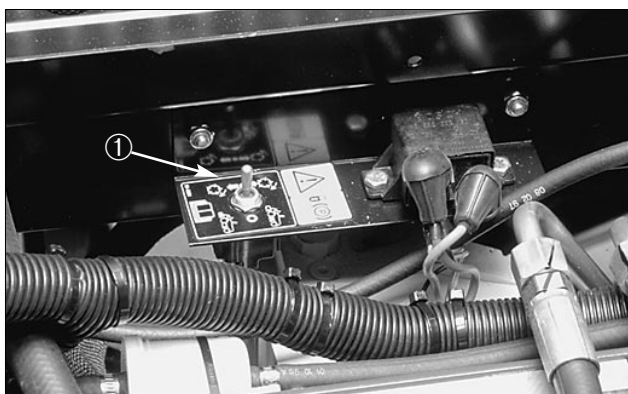

Fig. 11
**Baglappingskontakt** (Fig. 11)—Anvendes sammen med håndtaget til at sænke-klippe/løfte klippeenheder ved baglappning.